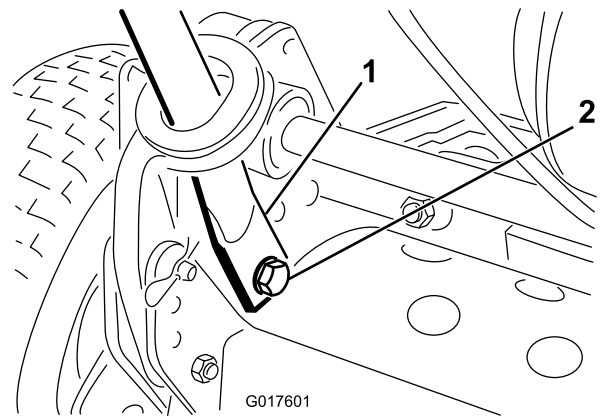

Figura 3
4. Premete verso l''interno le estremità della stegola e montatele sui perni di montaggio (Figura 3).
5. Fissate le estremità della stegola ai perni di montaggio tramite i bulloni, le rondelle e le rondelle di sicurezza precedentemente rimossi (Figura 3).
6. Fissate con sicurezza i bracci della stegola sul retro dell''intelaiatura utilizzando le coppiglie a forcina ed i perni ad anello tolti in precedenza (Figura 3).